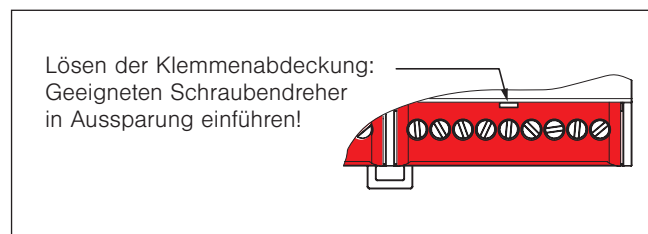

Abb. 4 Lösen der Klemmenabdeckungen
- REG: Montieren Sie das Gerät beim Verteilereinbau auf einer symmetrischen Hutschiene (TH 35-15) durch Aufclipsen. Zur Erleichterung der Anschlussarbeiten können die Klemmenabdeckungen gelöst werden (Abb. 4).